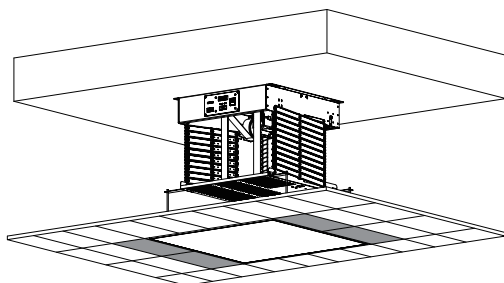

图20
14. 将刚才取下来的天花板裁切至合适尺寸（建议每边与升降架的天花装饰板边框距离约5mm左右），装回天花栅格上（图20）。如果升降架的天花装饰板与周围的天花板高度不一致，可以通过上面的方法把天花装饰板调节到平整的高度。